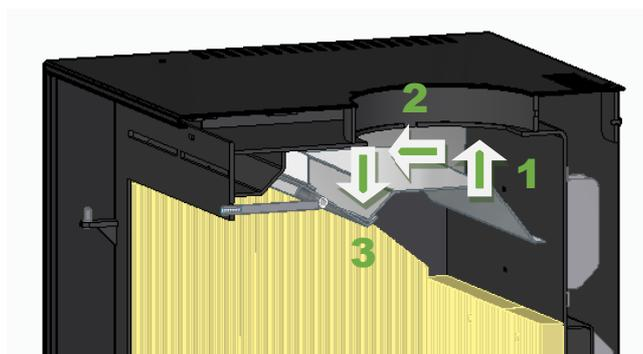

Figura 18 – Remoção da dupla deflectora de fumos
3. De seguida desloque a dupla deflectora de fumos para cima (1) e depois desloque-a para a frente (2), esta fica solta e já consegue desencaixar e retirar, puxando para baixo (3), ver Figura 18.